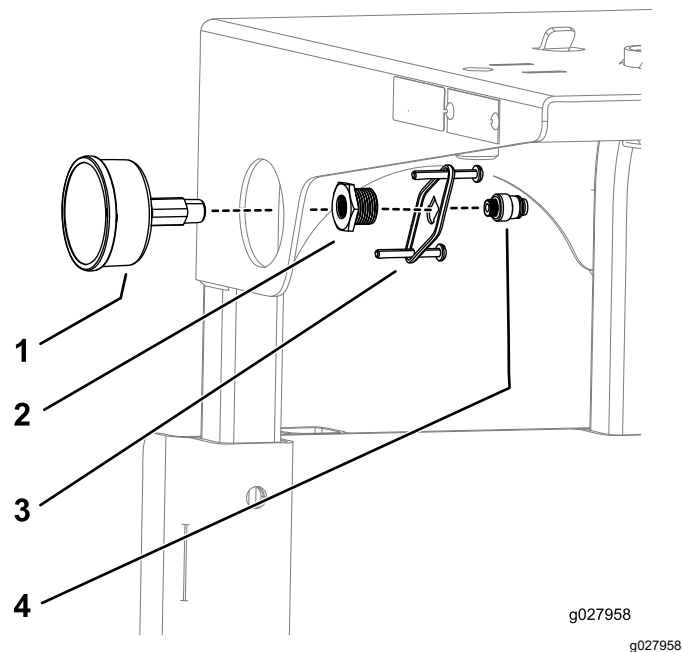

Figura 15
7. Aplique cinta PTFE a las roscas del manómetro e instale el conjunto de manómetro según se muestra en Figura 15.